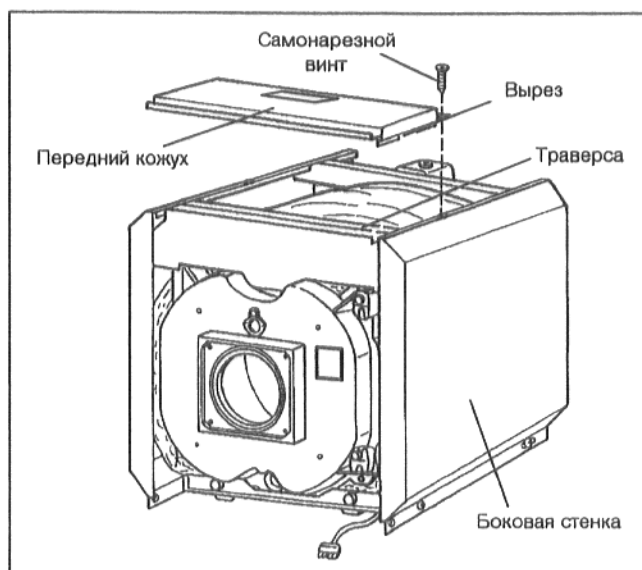

Рис. 31
- Привинтить передний кожух с задней стороны к боковым стенкам двумя винтами для листового металла (Рис. 31).